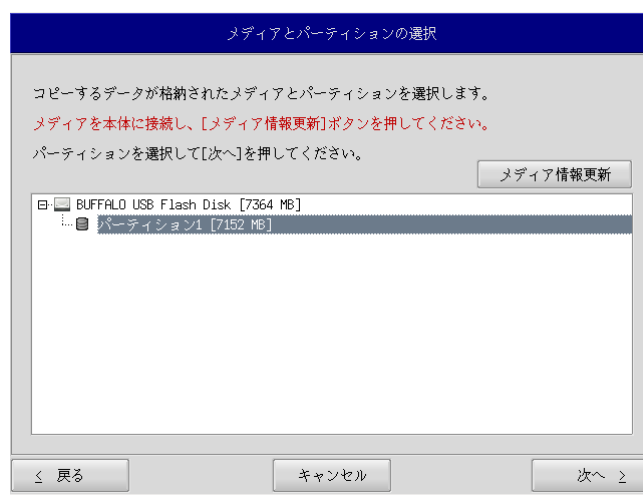

図 5-2-2. メディアとパーティション選択画面
- ⑥ メディアとパーティション選択画面 (図 5-2-2) が表示されます。あらかじめ用意しておいたストレージメディアを本体に接続し、[メディア情報更新]ボタンを押してください。ストレージメディアのパーティションを選択し、[次へ]ボタンを押します。